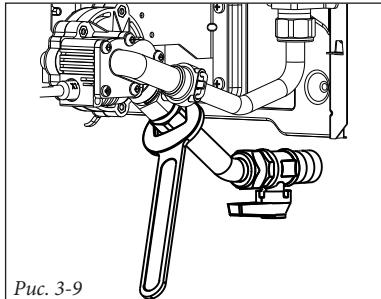

Рис. 3-9
- отсоедините трубку подачи воды (Рис. 3-9);